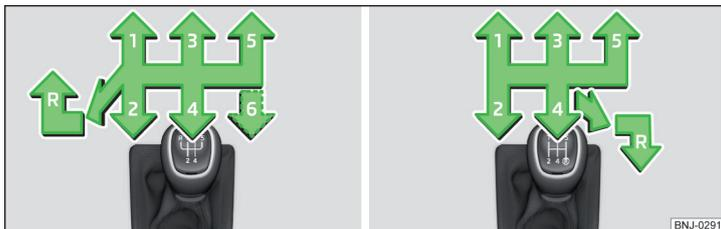

Fig. 119 Esquema de engrenagem: Variante 1 (de caixa de 5 / 6 velocidades) / Variante 2 (caixa de 5 velocidades com motor MPI de 1,0 l)
Na alavanca está apresentado o esquema de comutação para as individuais posições de engrenagem » Fig. 119.
- Mover a alavanca de velocidade para baixo, totalmente para a esquerda e depois para a frente para a **R** » Fig. 119.